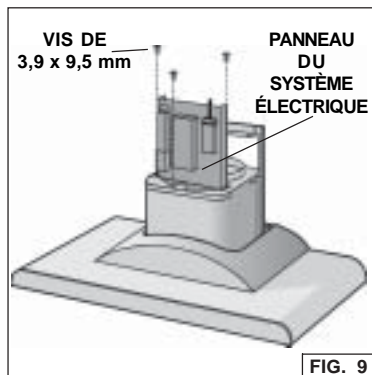

FIG. 9
7. Fixez le panneau du système électrique à la hotte au moyen de trois (3) vis de montage. (Fig. 9)